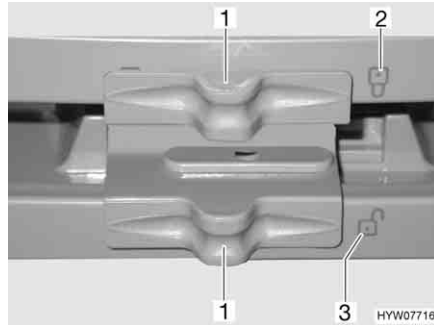

Fig. 213 Bloccaggio della porta del frigorifero/del vano congelatore (serie Dometic 7 con vano congelatore separato)
- Spingere il bloccaggio (Fig. 213,1) di lato in modo che la serratura aperta "☞" (Fig. 213,3) sia visibile.
- Spingere il bloccaggio (Fig. 213,1) di lato in modo che la serratura aperta "☞" (Fig. 213,2) sia visibile.